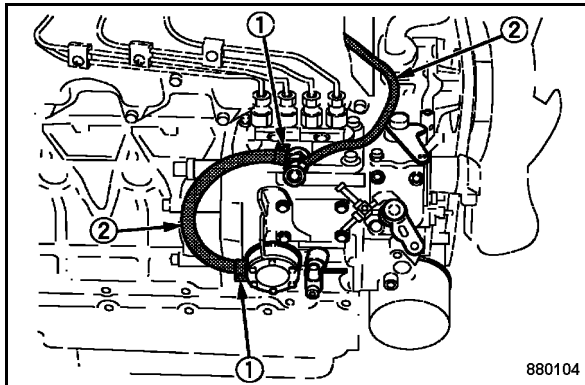

Fig. 132
- Vérifier l'état, l'étanchéité et le serrage de toutes les conduites d'alimentation en carburant (2) (Fig. 132) et de tous les colliers (1).